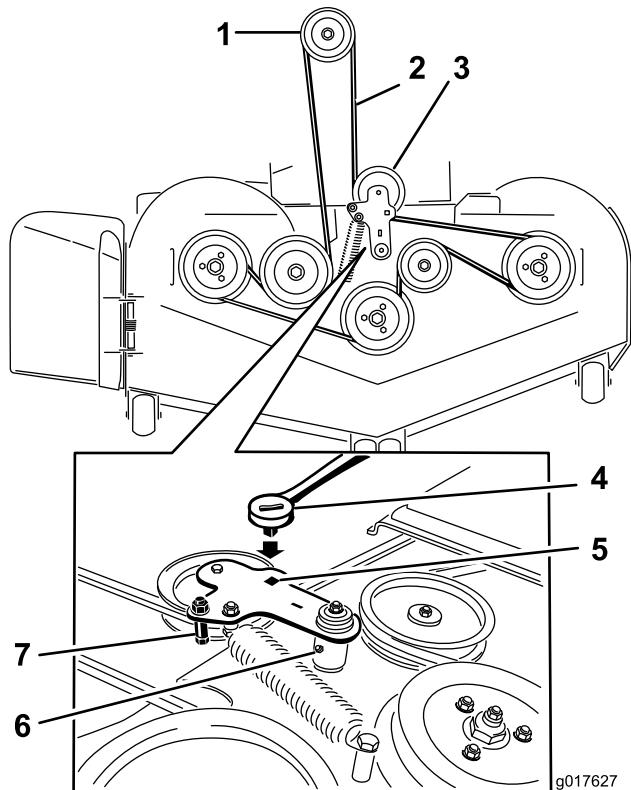

Figura 79
5. Levante la chapa de suelo e introduzca una llave dinamométrica en el taladro cuadrado del brazo tensor de la carcasa (Figura 79).
6. Gire cuidadosamente el brazo tensor de la carcasa en el sentido de las agujas del reloj y retire la correa del cortacésped (Figura 79).